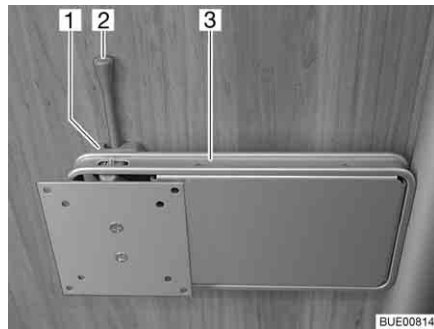

Bild 88 Fäste på pelare
- Tryck låsspaken (Bild 88,2) åt sidan och sväng fästet (Bild 88,3) med den platta bildskärmen till önskat läge.
- Vrid tillbaka den platta bildskärmen tills fästet (Bild 88,3) hakar fast i låset (Bild 88,1).